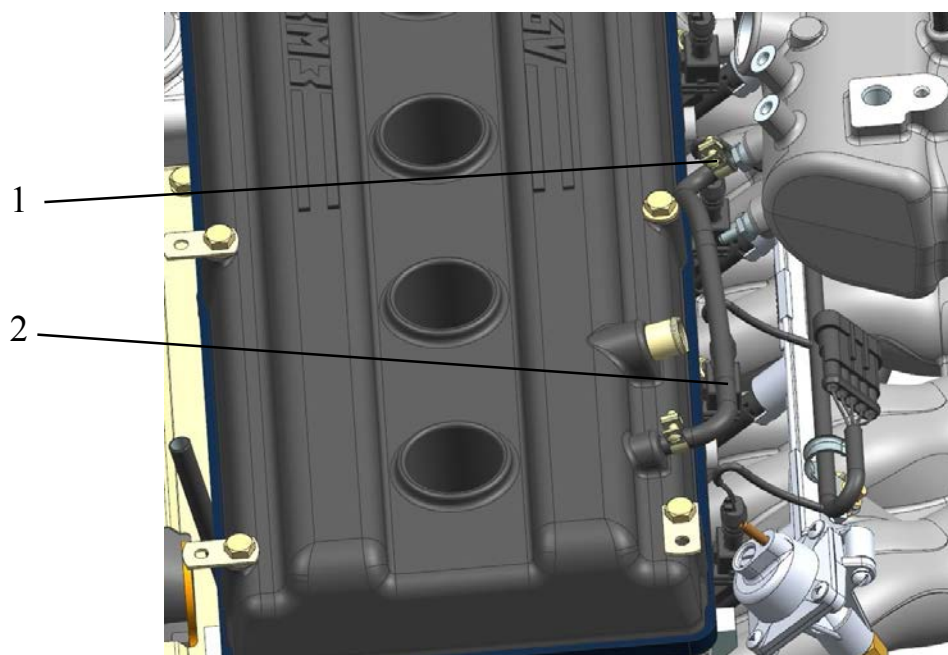

Рис.199. Установка шланга малой ветви вентиляции картера:
**3.** Установить шланг 2 (рис.199) малой ветви вентиляции картера с хомутами 1 на патрубок крышки клапанов и штуцер ресивера. Закрепить шланг хомутами, завернув винты хомутов моментом 1...2,9 Н·м (0,1...0,3 кгс·м).